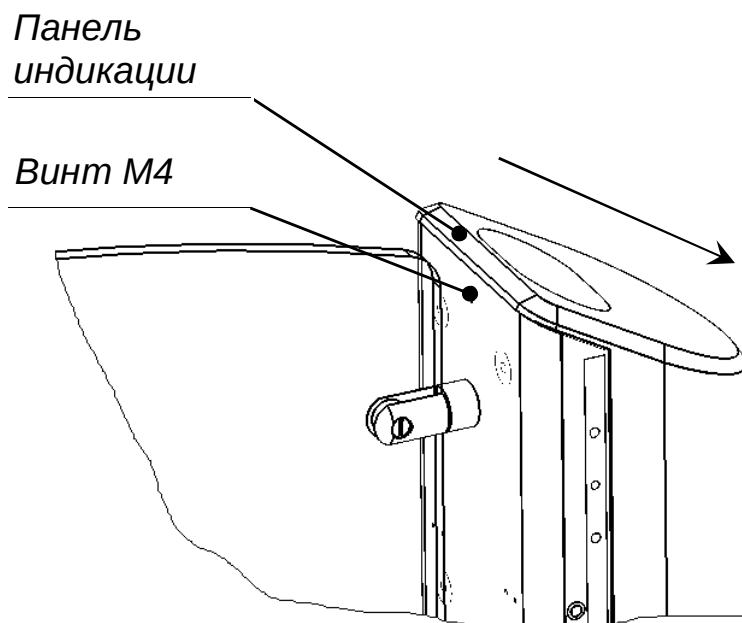

Рис. 15
6.5.1. Снимите декоративную заглушку и открутите винт М4 на задней стенке картоприемника (рис. 15).
6.5.2. Сдвиньте панель индикации картоприемника до упора в направлении, указанном на рис. 15. Аккуратно поднимите панель.